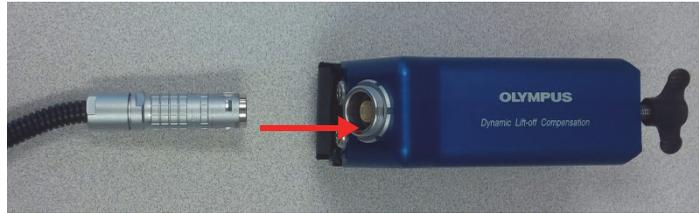

图 2-7 将线缆连接到探头上
2. 将线缆连接器上的红点与探头接口上的红点对齐，然后将线缆连接到探头（参见第 31 页的图 2-7）。